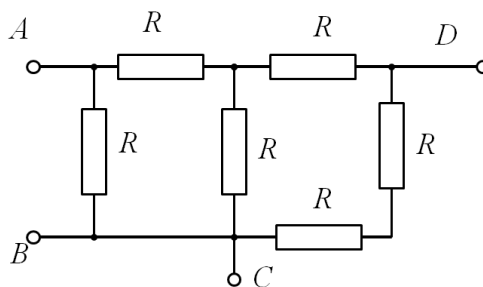

Рис. 3.4
**ЗАДАЧА 3.3** Определить в общем виде сопротивление электрической цепи, представленной на рис. 3.4. относительно зажимов  $AB$ ,  $BC$ ,  $CD$ .